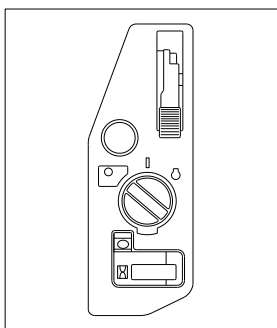

Fig. 13
- Dans la version à moteur à démarrage électrique, introduire les clés dans le tableau de démarrage et tourner la clé, d'abord sur "I" pour mettre sous tension, puis sur "Start" pour faire démarrer (Fig. 13).